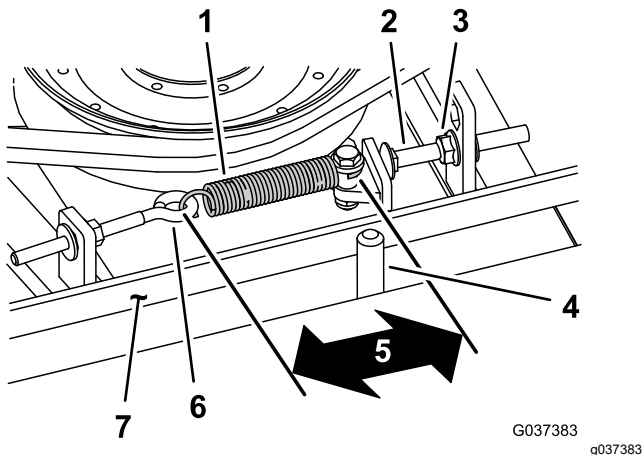

Bild 83
Bei richtiger Spannung sollte die Messung innen an der Verlängerungsfeder (Haken zu Haken) ungefähr $8,3 \text{ cm} \pm 9,5 \text{ cm}$ betragen. Wenn die Federspannung richtig ist, stellen Sie die Anschlagsschraube (Schlossschraube) ein, bis der Abstand zwischen dem Schraubenkopf und dem Spannarm ungefähr 2-5 mm beträgt (Bild 83).
Hinweis: Achten Sie darauf, dass der Riemen auf der Federseite der Riemenführung positioniert ist (Bild 83).
2. Lockern Sie den Augenbolzen (Bild 83).
3. Lösen Sie die Bundmutter, mit der die Anschlagsschraube an der Befestigungsnase befestigt ist, und schieben Sie die Spannscheibe vom Riemen weg (Bild 83).
9. Setzen Sie die Verlängerungsfeder (Bild 83) wieder in den Augenbolzen ein und spannen Sie den Riemen wie folgt: